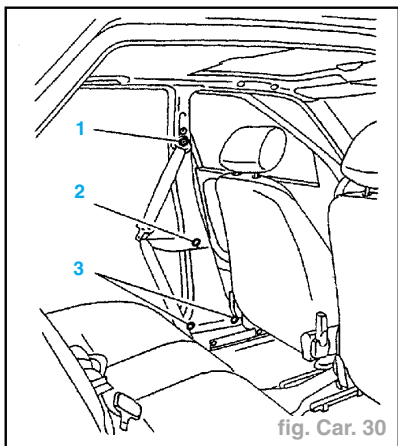

fig. Car. 30
- Déposer (fig. Car. 30) :
- la vis de fixation de ceinture de sécurité (1),
- la vis (2),
- les vis (3),